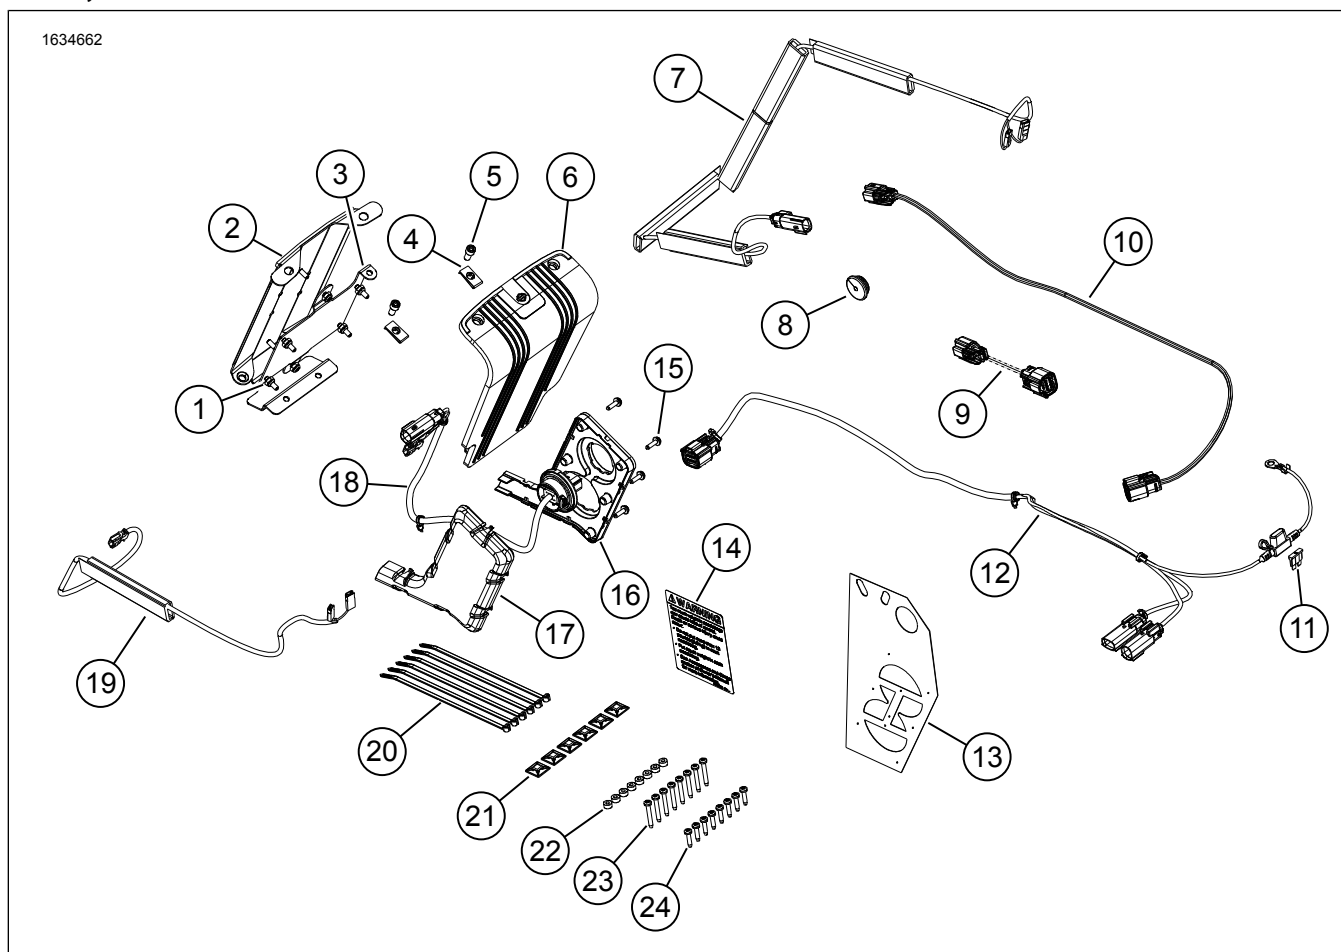

Figura 1. Conținut kit: Bluetooth Audio cu sprijinul Rockford Fosgate
3. A se vedea figura 1. Montați eticheta privind capacitatea pentru desagă (14).